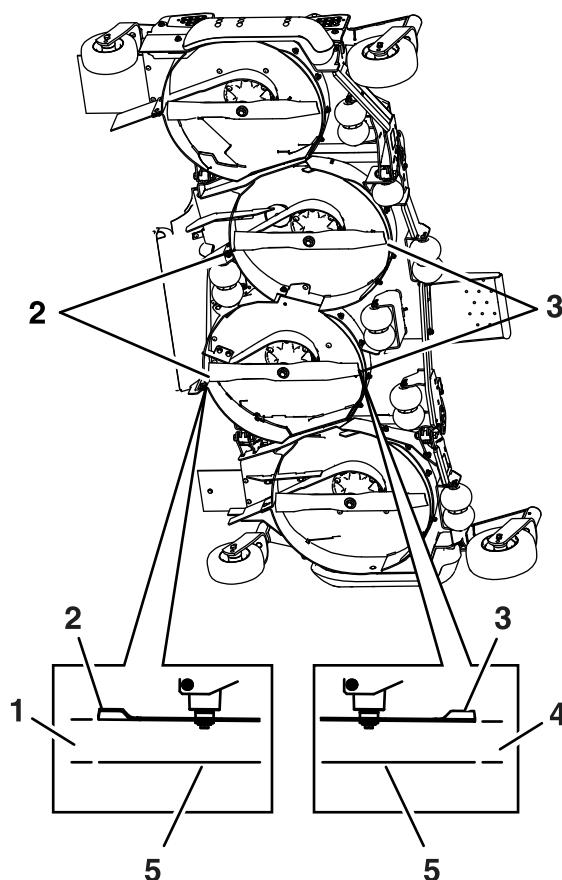

Figure 74
10. Mesurez la distance entre la surface plane et la pointe avant des lames gauche et droite du tablier central (Figure 74).